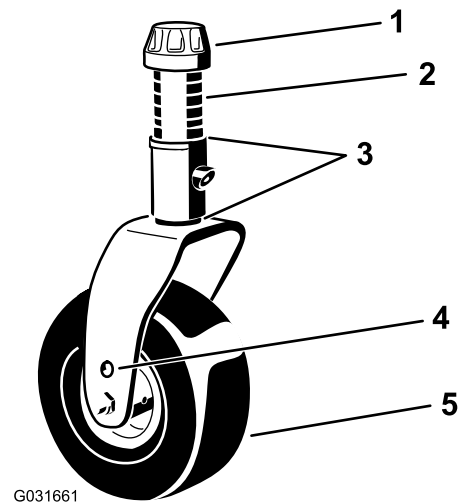

Figure 19
4. Avec la clé fournie, desserrez le chapeau de tension et déposez-le de l'axe de pivot, puis sortez l'axe du bras de la roue pivotante (Figure 19).
7. Installez les cales (comme à l'origine) et les entretoises restantes sur l'arbre (Figure 19).
8. Reposez le chapeau de tension et serrez-le avec la clé fournie pour fixer l'ensemble (Figure 19).